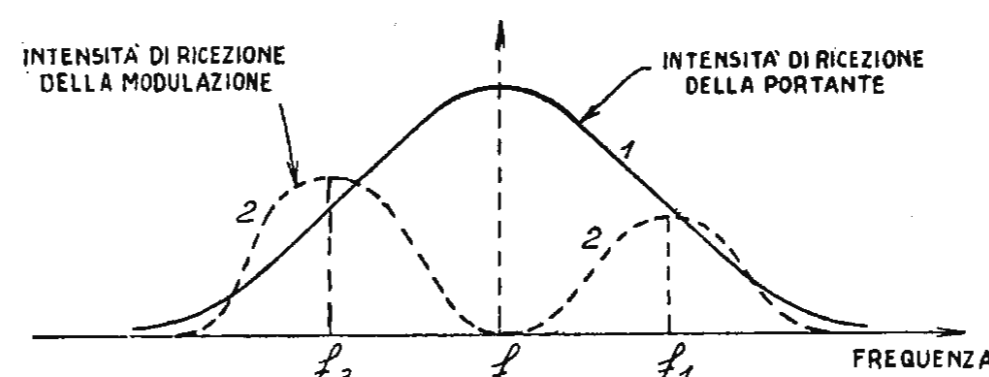

Fig. 3. - Ricezione di un'onda NBFM senza «clipper». L'ascolto non è possibile se non disaccordando decisamente da f a f_1 o f_2 .
3) La modulazione di frequenza ha infine ancora un altro vantaggio. Attualmente solo una piccola parte di amatori ha un ricevitore adatto alla ricezione della modulazione di frequenza, e cioè con un discriminatore adatto allo scopo di demodulare l'onda modulata in frequenza. Così avviene che molti dilettanti devono ricevere queste trasmissioni usando il ricevitore disaccordato, e cioè usando come discriminatore la parte ripida della curva di selettività in modo da avere una variazione di ampiezza in funzione della variazione di frequenza. E qui è il punto delicato della NBFM, almeno in apparenza. Se noi rappresentiamo la curva di intensità di ricezione di un segnale in funzione del disaccordo del ricevitore (curva di selettività complessiva), abbiamo la curva 1 (fig. 3). D'altro canto se noi raffiguriamo il volume sonoro prodotto dal ricevitore in
Se adesso noi tracciamo le stesse curve disegnate nella fig. 3, QRK e volume sonoro, in funzione del disaccordo del ricevitore, otterremo le nuove disegnate nella fig. 4.